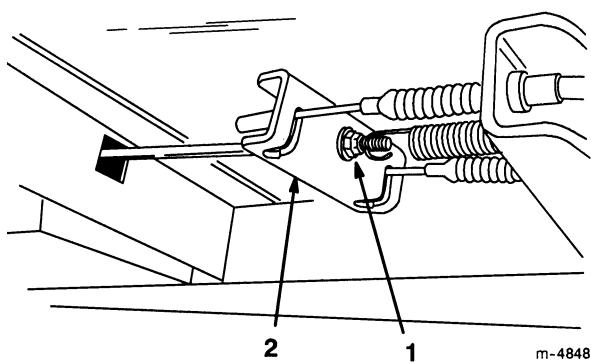

Bild 28
3. Ziehen Sie die Einstellschrauben des Bowdenzugs fest, die sich unter der Bodenplatte befinden, bis die Züge im Bremsausgleich fest sind (Bild 28).